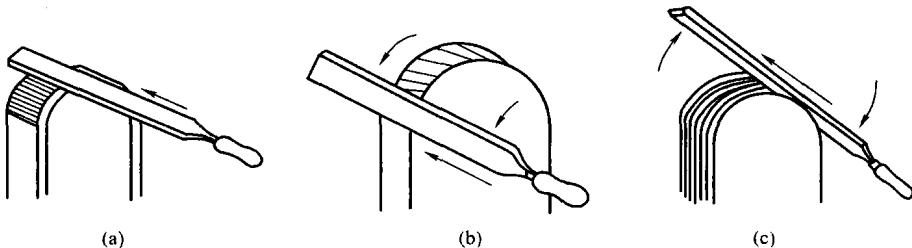

图 1-8 外圆弧面锉削法
- (2) 外圆弧面锉削法。外圆弧面锉削分三步进行，如图 1-8 所示。